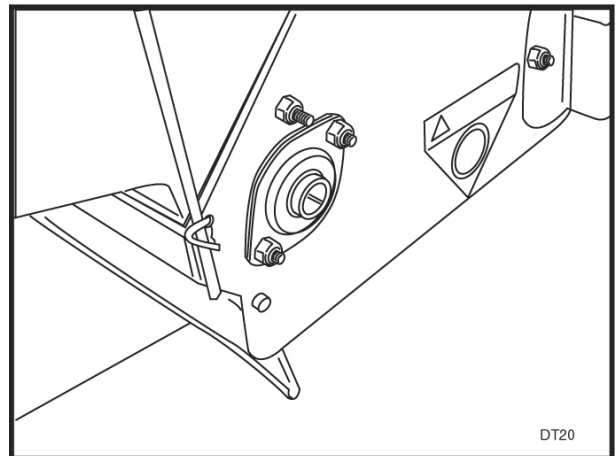

図 2
9. シードボックスを機械に設置します。ベアリングは、エキセントリックカラーを外側に向けて取り付けます。シードボックスをフレームに取り付けるボルトには、シードボックス側にワッシャーを入れてください。締め付けすぎると、プラスチック部品が変形します。緩まない程度に締めるだけにしてください。図 2 を参照してください。